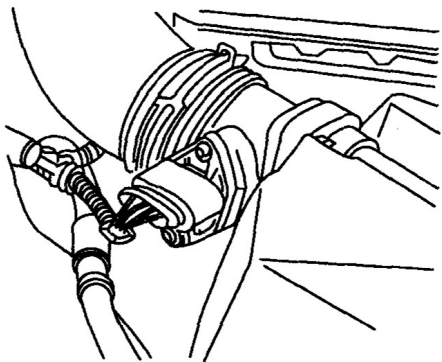

图 1-11 拔下空气流量计的电线插头
(9) 松开散热器的上水管的夹箍，拔下散热器的上水管。
(10) 旋松电动冷却风扇的 4 个紧固螺栓，拆下电动冷却风扇和散热器。
(11) 拔下空气流量计的电线插头，如图 1-11 所示。